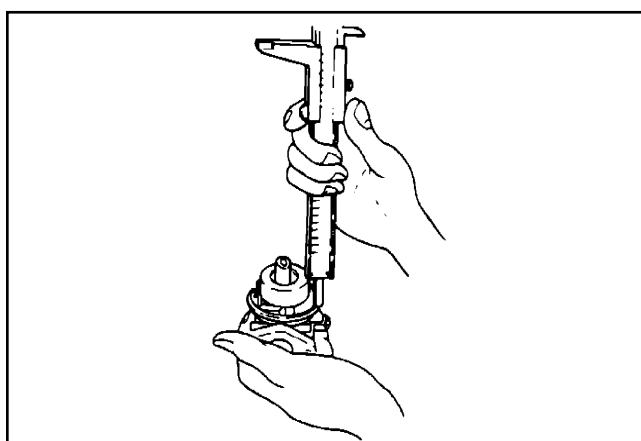

Figura 5-6. Misurazione dell'altezza del galleggiante.
8. Capovolgere il carburatore. Sollevare il galleggiante in modo che la punta della sua valvola tocchi leggermente il braccio del galleggiante. V. fig. 5-5. Misurare l'altezza del galleggiante dalla superficie della struttura, come mostra la figura 5-6. Per il CS4 e il CS6, l'altezza del galleggiante è di 16 mm (0,63 in.). L'altezza del galleggiante per il CS8.5, CS10 e il CS12 è di 14,9 mm (0,59 in.). Se l'altezza del galleggiante non è corretta, installare un kit del galleggiante.